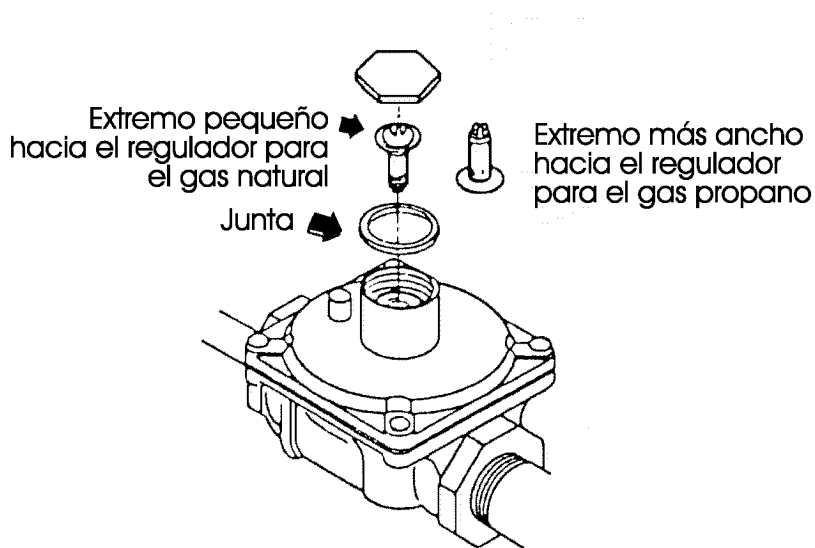

Figura 1
- Dé la vuelta al pistón, poniendo el extremo pequeño hacia abajo, para uso con el gas natural (vea la figura 1)